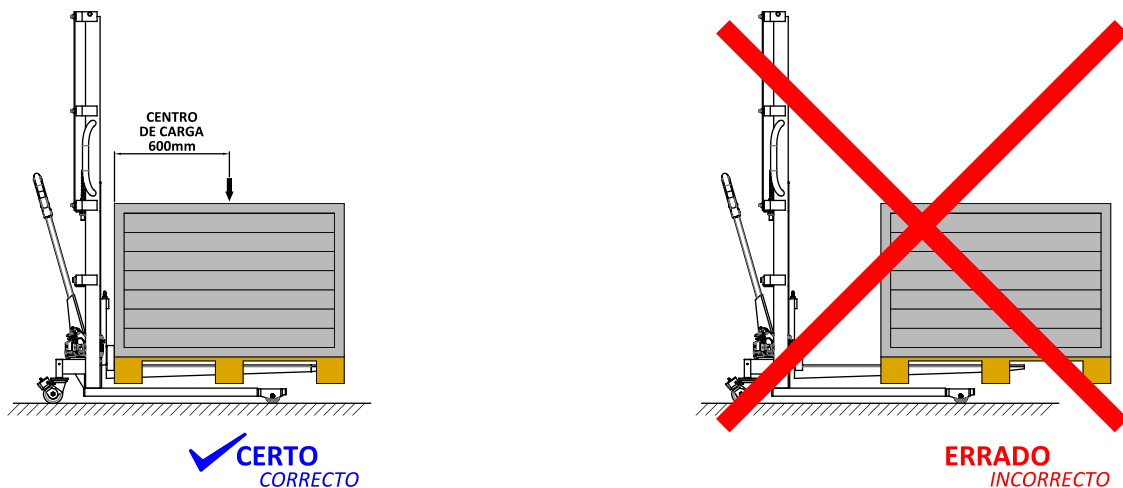
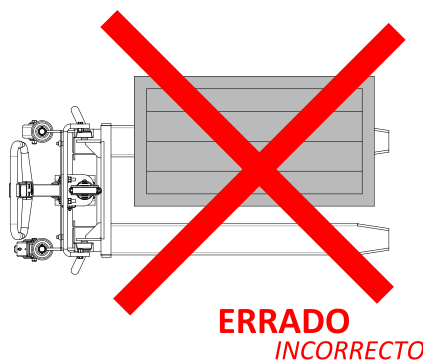

Figura 10 – Posicionamento da carga
Figura 11 – Posicionamento da Carga
Verificar se a carga a ser movimentada não excede a capacidade de carga do equipamento. Introduza o garfo lentamente no palete até que a extremidade traseira do garfo encoste na carga (figura 10). No acionador manual, mude a posição para baixo “LEVANTAR”, e levante a carga fazendo movimento de bombeamento. A carga deverá estar bem distribuída entre os garfos (figura 11).
*Si la carga a ser movida no excede la capacidad de carga del equipo. Inserte las horquillas lentamente en el pallet hasta que el extremo trasero de la horquilla quede en la carga (figura 10). En el accionador manual, cambie la posición hacia abajo "LEVANTAR", y levante la carga haciendo movimiento de bombeo. La carga siempre debe estar bien distribuida entre las horquillas (figura 11).*